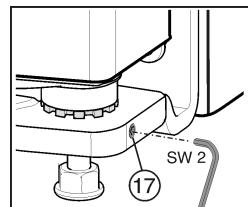

Fig. 30
- ▶ Dévisser un peu la vis sans tête Fig. 30 (17) (maximum un tour !).
- ▶ Resserrer la tige filetée Fig. 30 (17) pour fixer le pivot.